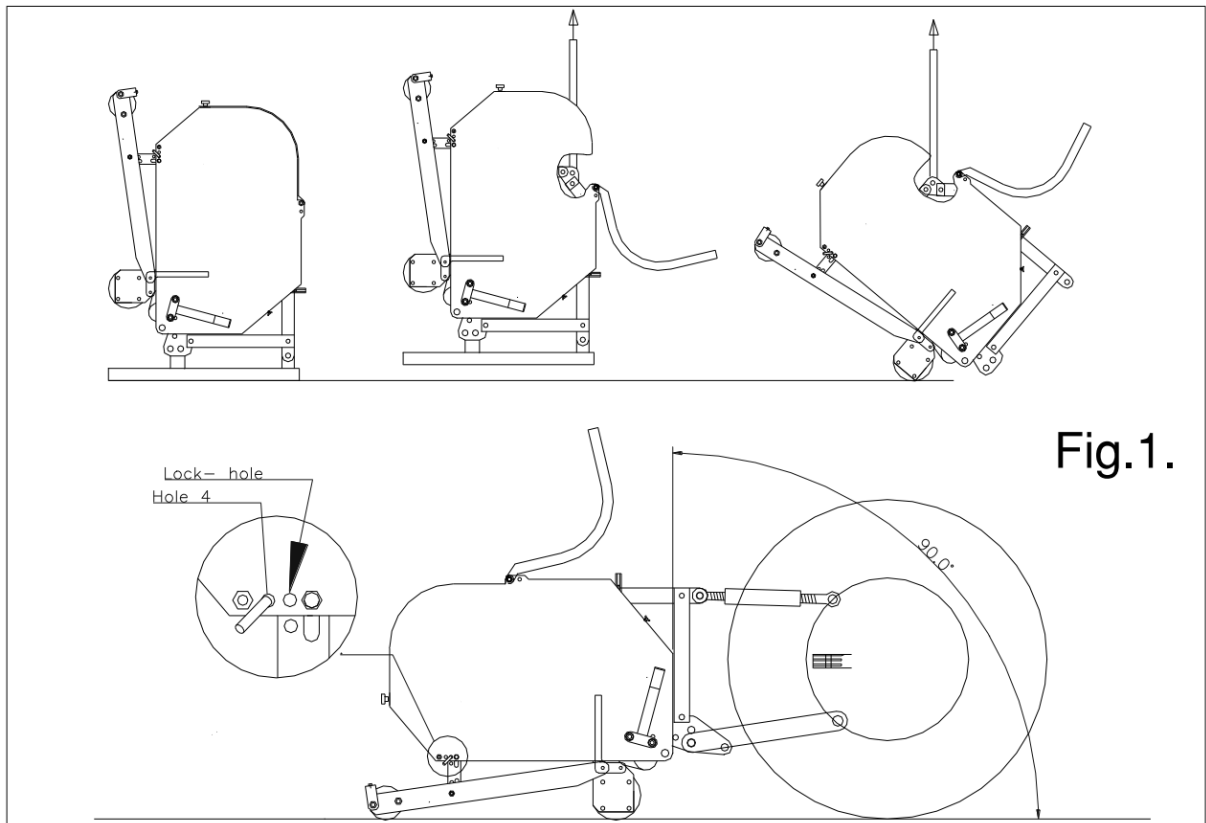

Fig.1.
La macchina è in posizione verticale sopra il pallet. Per rimuovere il pallet e mettere la macchina in posizione orizzontale sul terreno, procedere come indicato (fig. 1):
- @ Su 90 gradi vanno i perni soltanto perpendicolari nel terreno se la macchina è installata correttamente vedere fig. 1. Se questa non è corretta si può generare una forza F, vedere fig. 5, che danneggia la macchina.
@ Se la VERTI-DRAIN non è montata correttamente dietro la trattrice, vedere fig.1, i diversi angoli della presa di forza possono provocare vibrazioni nella linea di trasmissione della macchina. Queste vibrazioni possono danneggiare la macchina e i buchi nel terreno.